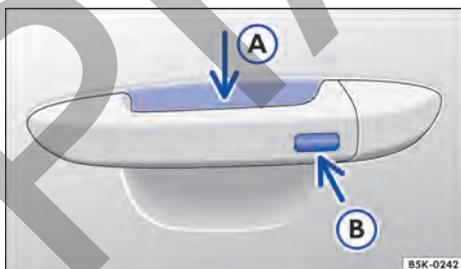

Fig. 50 Keyless Access: superficies del sensor.
- Tocar el sensor → fig. 50 **A** en la parte interna de la manija de la puerta del conductor o de la puerta del acompañante delantero.
- Tocar la superficie del sensor → fig. 50 **B** en la parte externa de la manija de la puerta del conductor o de la puerta del acompañante delantero *una vez*.
- Además, dentro de 5 segundos, toque una vez en el sensor en el exterior de la manilla de la puerta → fig. 50 B.
Para la **apertura de confort** de todos los vidrios eléctricos empujar la manilla de la puerta y mantener presionados, al mismo tiempo, el sensor de la parte interior de la manilla → fig. 50 A y la superficie del sensor B.
Para el **cierre de confort** de todos los vidrios eléctricos mantenga un dedo durante unos segundos sobre la superficie del sensor → fig. 50 B del lado exterior de la manilla de la puerta del conductor o del acompañante delantero.
Un fuerte chorro de agua o de vapor puede activar las superficies de los sensores en las manillas si, al mismo tiempo, una llave del vehículo válida está en el área de aproximación. Si al menos un vidrio está abierto y la superficie del sensor → fig. 50 B en una manilla de la puerta se activa permanentemente, todos los vidrios se cerrarán. Si el chorro de agua o de vapor se aleja brevemente de la superficie del sensor → fig. 50 A de una manilla de la puerta y se vuelve a dirigir hacia ella, posiblemente todos los vidrios se abrirán.